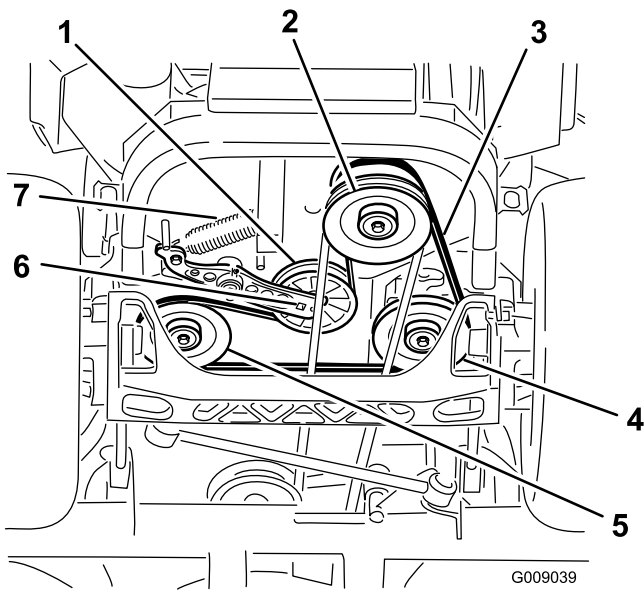

Figure 76
4. Soulevez la machine sur des chandelles (Figure 76).
5. Insérez un rochet dans le trou carré du bras de la poulie de tension pour détacher le ressort de la poulie de tension (Figure 76).
6. Décrochez le ressort de tension du cadre (Figure 76).
9. Insérez un rochet dans le trou carré du bras de la poulie de tension pour installer le ressort de la poulie de tension sur le cadre (Figure 76).